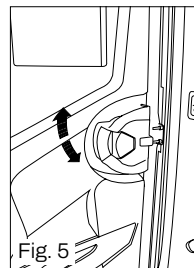

Fig. 5
- Abaisser le levier **A** pour déverrouiller la serrure (Fig. 5)
- Soulever le levier **A** pour verrouiller la serrure. (Fig. 5)